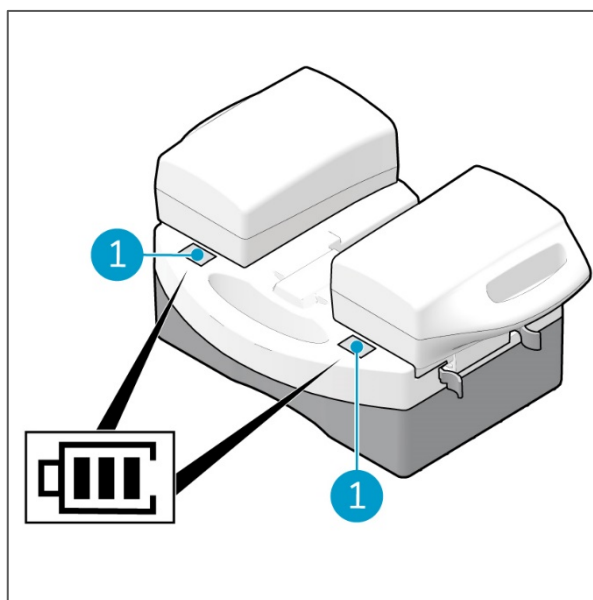

Figure 8
3. Les deux affichages (Figure 8, pos. 1) indiquent le niveau de charge des batteries.